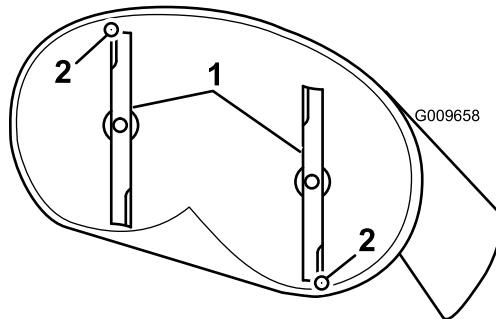
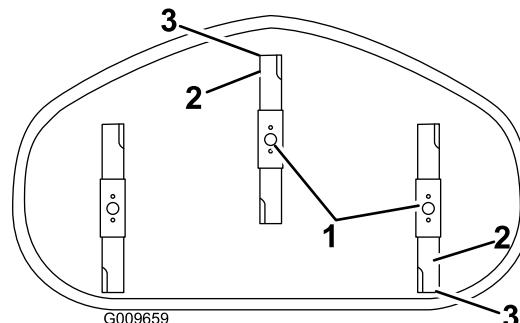

Figura 62
Figura 63
4. Rode cuidadosamente as lâminas para que estejam da frente para trás (Figura 62 e Figura 63).
5. Meça da ponta da lâmina da frente até à superfície plana e da ponta da lâmina de trás até à superfície plana (Figura 62 e Figura 63).
9. Após o ajuste, verifique a inclinação entre a frente e a traseira, continue a ajustar a porca até que a ponta da lâmina frontal esteja 1,6 a 7,9 mm mais baixa que a ponta da lâmina traseira (Figura 62 e Figura 63).